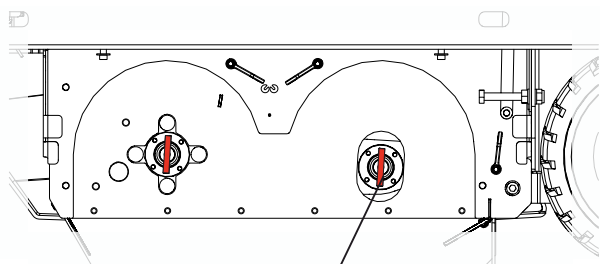
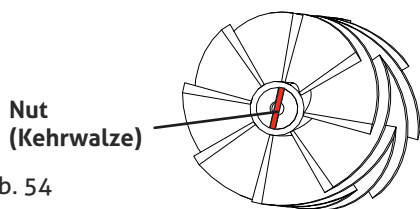

Abb. 53
Abb. 54
- Drehen Sie jeweils die Kehrwalze bis der Mitnahmedorn der hinteren Kehrwalzenschwinge (Abb. 53) in die Nut der Kehrwalze (Abb. 54) fasst, und schieben Sie die Kehrwalze soweit wie möglich hinein.